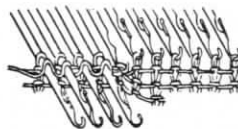

Fig. 62
- d) Repetir después de * a * hasta que los escalones estén terminados. Poner las palancas de recogida en posición 2 y continuar tejiendo (Fig. 62 a 65).